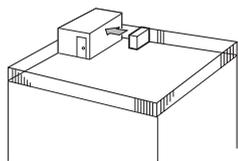

Fig. 2-3
- ① Расположите прибор так, чтобы выходное отверстие было направлено к самой близкой из доступных стен на расстоянии около 100 см от стены. (Fig. 2-3)